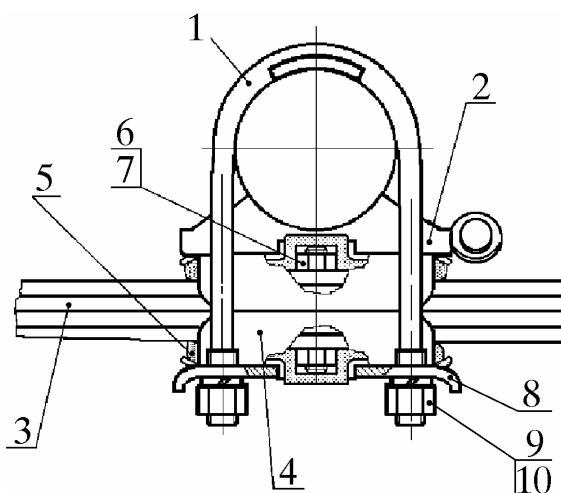

Рис. 6. Снятие стремянок рессор:
4.5.1. Отвинтить восемь гаек 9 (рис. 6) и снять восемь шайб 10 и две накладки 8 с четырех стремянок 1 крепления левой и правой рессор 3 к заднему мосту.